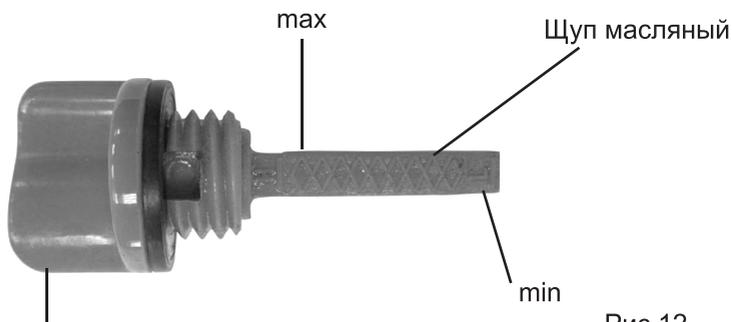

Рис.12
3. Извлеките щуп и проверьте уровень масла. Он должен находиться между верхней и нижней отметкой контрольного щупа ближе к верхней отметке (max) (рис. 12). В случае необходимости долейте свежее моторное масло